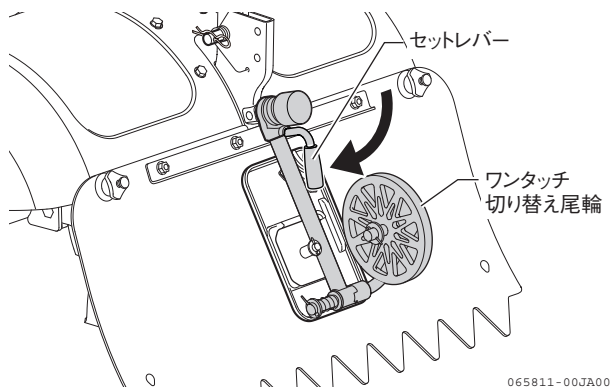

図 3-5 尾輪（移動1）
1. セットレバーを手前に引き、尾輪を下にセットします。（図 3-5）